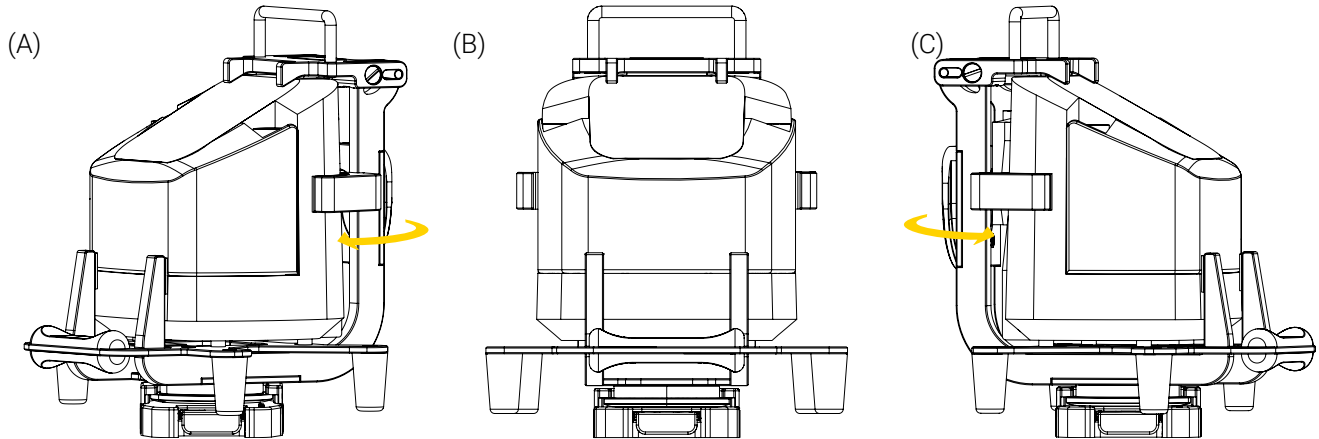

Figure 13: Rotation du support de fixation Bracket Pro Serie 61 – GR dans la Micro Base
3. Pour les modèles de supports de fixation Bracket Pro Serie 61 – GR qui ont un disque inférieur, tourner le support de fixation jusqu'à 360° dans le sens horaire ou antihoraire jusqu'à la position désiré (Figure 13).